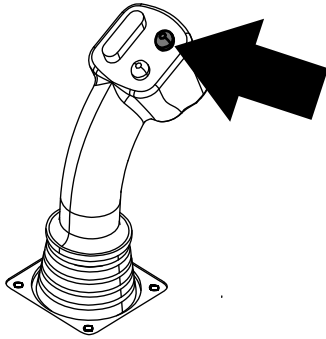
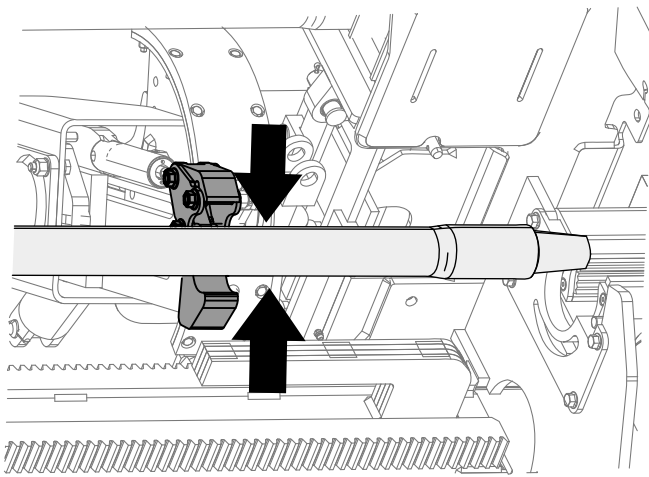

Figura 11
Figura 12
- Mantenha premido o botão superior do joystick para agarrar o tubo (Figura 11 e Figura 12) e solte o botão.